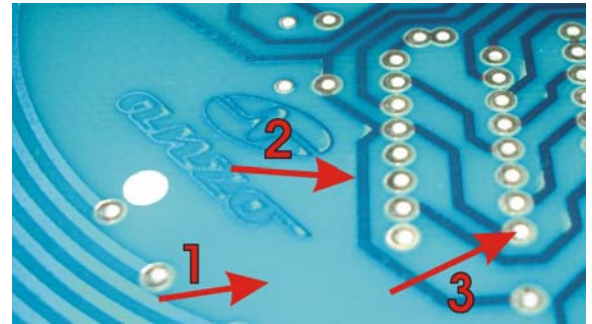

Figura 2
Na figura 2, mostramos a parte inferior da placa, onde estão as ligações dos componentes feitas de finas camadas de cobre, como fios embutidos na placa. Essas ligações são chamadas de trilhas (2). Os pontos onde iremos soldar os componentes são chamados de ilhas (3). Essas ilhas, também feitas de cobre, possuem um furo para passar cada terminal do componente que está do outro lado. Toda placa é feita de material isolante elétrico, nesse caso, fibra de vidro (1).